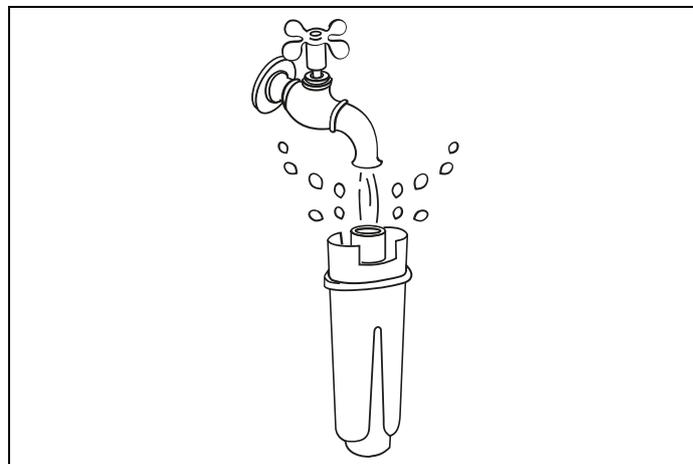

Fig. 61
- 1) **Faire couler de l'eau dans les trous jusqu'à ce qu'elle sorte par les fentes** (Fig. 61) : Pour activer le filtre, faites couler de l'eau du robinet à travers le trou du filtre comme indiqué sur la figure jusqu'à ce que l'eau sorte des ouvertures latérales pendant plus d'une minute. Appuyez sur  NEXT ;